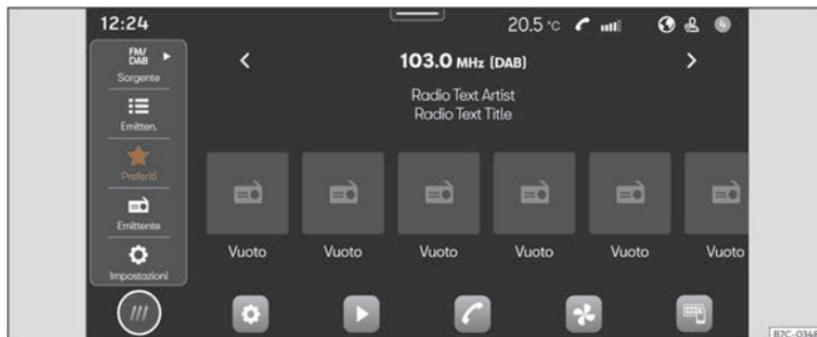

Fig. 156 Rappresentazione schematica: Visualizzazione Radio.
- Premere **HOME** > >>> **fig. 156**.